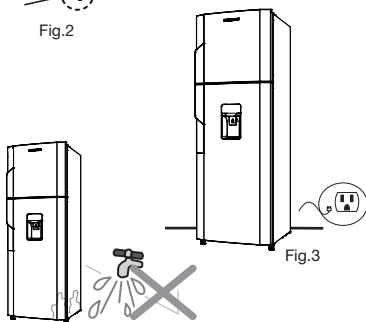

Fig.3
- Evite instalar el aparato en lugares que puedan verse afectados por corrientes de aire o humedad, como pisos o paredes con filtración de agua o a la intemperie. Si existe en el área humedad o salpicaduras de agua, puede ocasionar oxidación, corto circuito o sudoración en las paredes laterales. Ver Fig.3. No instale el refrigerador al aire libre